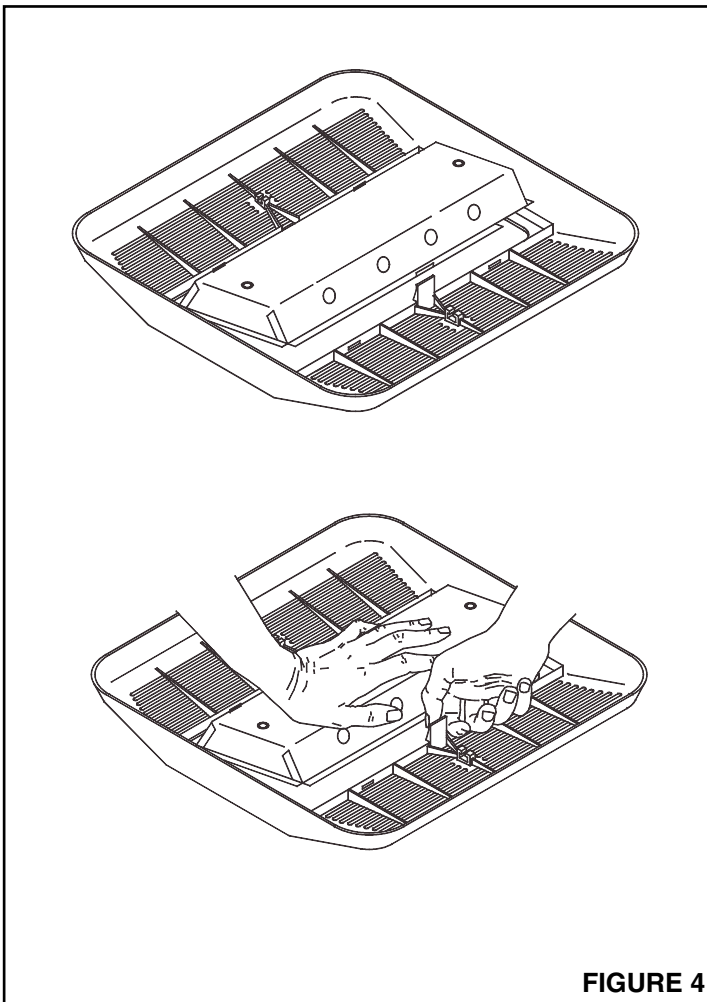

FIGURE 4
1. Voir Figure 4. Ouvrez les réflecteurs à l'arrière de la grille en appuyant sur le dispositif de verrouillage et soulevez-le loquet du réflecteur. Installez un tube fluorescent de 26 Watts NEMA de type CFQ26W/G24D. Nota: le réflecteur maintient le diffuseur de verre en place. Veillez à ce que le diffuseur ne tombe pas de la grille. Fermez le réflecteur et remettez-le en place.
2. Voir figure 4. Ouvrez le réflecteur à l'arrière de la grille en appuyant sur le dispositif de verrouillage et soulevez le réflecteur. Nota: Le réflecteur maintient le diffuseur de verre en place. Veillez à ce que le diffuseur ne tombe pas de la grille. Fermez le réflecteur et remettez-le en place. Remplacez l'éclairage par un tube fluorescent de 26 Watts NEMA de type CFQ26W/G24D. Fermez le socle et remettez-le dans sa position initiale.